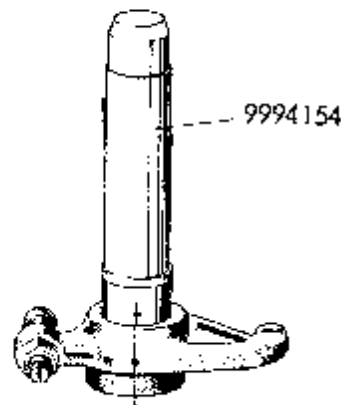

Abb. 14 Auswechseln der Kipphebelbuchse
4. Eine oval verschlissene Kipphebelbuchse ist auszuwechseln. Das Aus- und Einpressen erfolgt mit einem Dorn. Hierbei ist die Buchse so einzupressen, daß die Ölbohrung die auf Abb. 14 gezeigte Lage einnimmt. Nach dem Einpressen ist die Buchse auf leichtem Schiebepfand aufzuzereln.